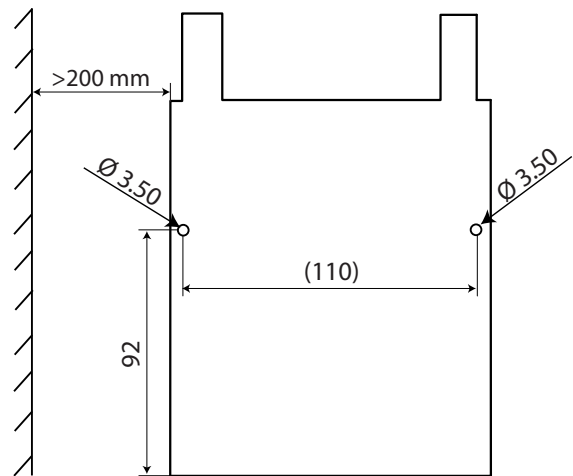

Fig. 1.b
2. fixe a braçadeira de fixação com 2 parafusos M4x12 em dotação (veja Fig. 1.c) e controle com uma bolha (nível) a posição horizontal;